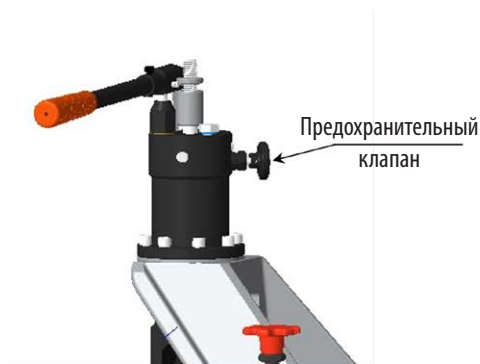

рис. 3
1. Откройте предохранительный клапан на гидравлическом насосе против часовой стрелки и поднимите канавочный ролик в верхнее положение. *См. рисунок 3.*